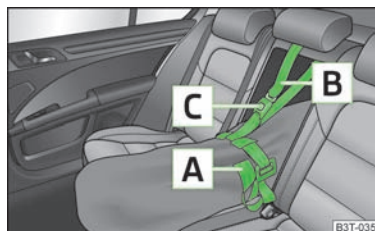

Abb. 101
- › Das Zugband **A** am freien Ende um die Skier vor den Bindungen festziehen » Abb. 101.